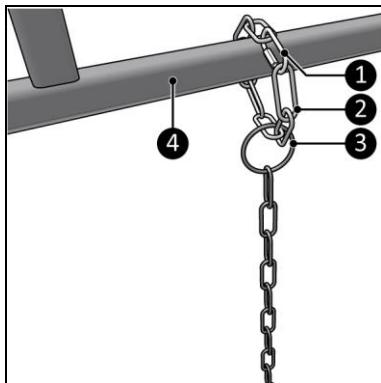

Figura 8
- Amplasăti lanțul de ancorare suplimentar (30 cm) (Figura 8, poziția 2) prin inelul lanțului de ancorare (50 cm) (Figura 8, poziția 3) și peste cadru (Figura 8, poziția 4).
- Ataşați cârligul de carabină (Figura 8, poz. 1) la ambele capete ale lanțului de ancorare suplimentar (30 cm) pentru a închide bucla.